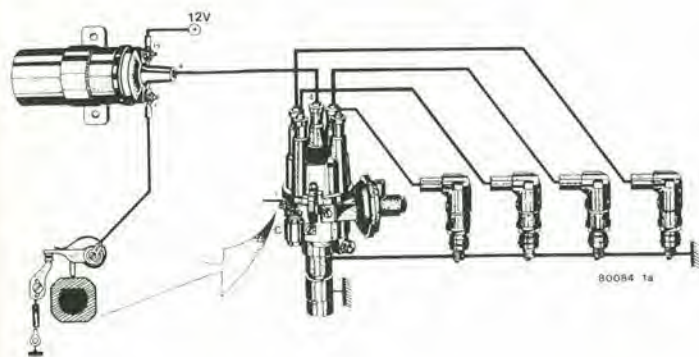

Figura 1. L'accensione convenzionale impiegata in qualunque automobile a benzina.
Ma vediamo il circuito e le sue funzioni nella figura 1.
La chiave raffigurata in alto nella figura 1, indica il contatto d'ignizione. Una volta che sia chiuso, il relais Re è alimentato attraverso D5.
Figura 1. Il sistema di protezione per la batteria. È da notare che è necessario interrompere il collegamento dell'interruttore dei fari. Al suo posto opera il contatto del relai.
La figura 1 mostra il convenzionale sistema d'accensione, tutt'ora impiegato. L'apertura dei contatti è controllata dalla camma dello spinterogeno. Quando le puntine sono aperte, la corrente che attraversa il primario della bobina (PW) è bruscamente troncata, ed in tal modo, si ha una elevata tensione indotta nel secondario (SW).